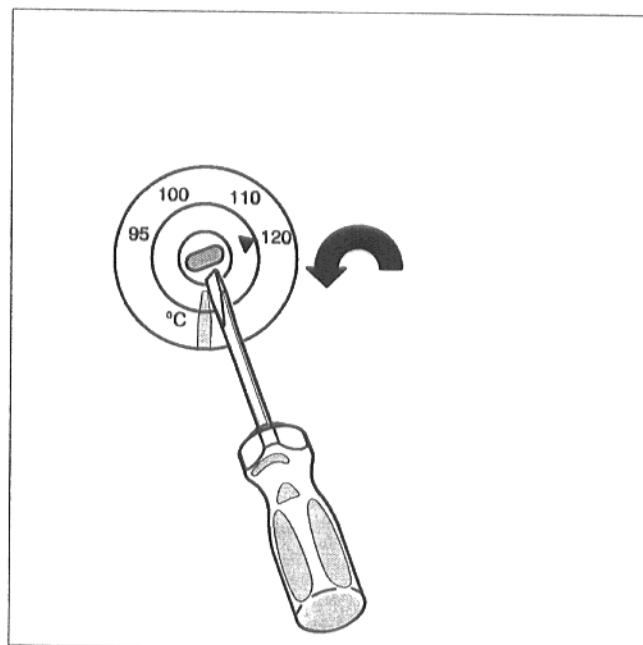

Fig. 40a: Fixarea limitatorului de siguranță a temperaturii (STB)
- Temperatura se fixează cu o șurubelniță pe valoarea dorită (Fig. 40a). Aici se va ține cont de faptul că se recomandă o diferență de temperatură de cel puțin **15 °C față de fixarea reglării de temperatură dacă este necesar regulatorul de temperatură se va fixa pe o temperatură mai mică** (vezi jos).